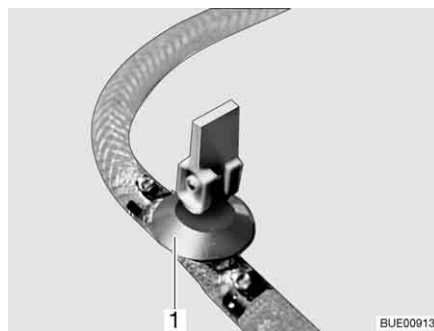

Fig. 205 Torneira de descarga
- Feche a torneira/as torneiras de descarga. Para isso, coloque a alavanca basculante (Fig. 205,1) em posição horizontal.
- Abra a torneira/as torneiras de descarga (Fig. 205). Para isso, coloque a alavanca basculante (Fig. 205,1) em posição vertical. O termoacumulador é despejado para fora.